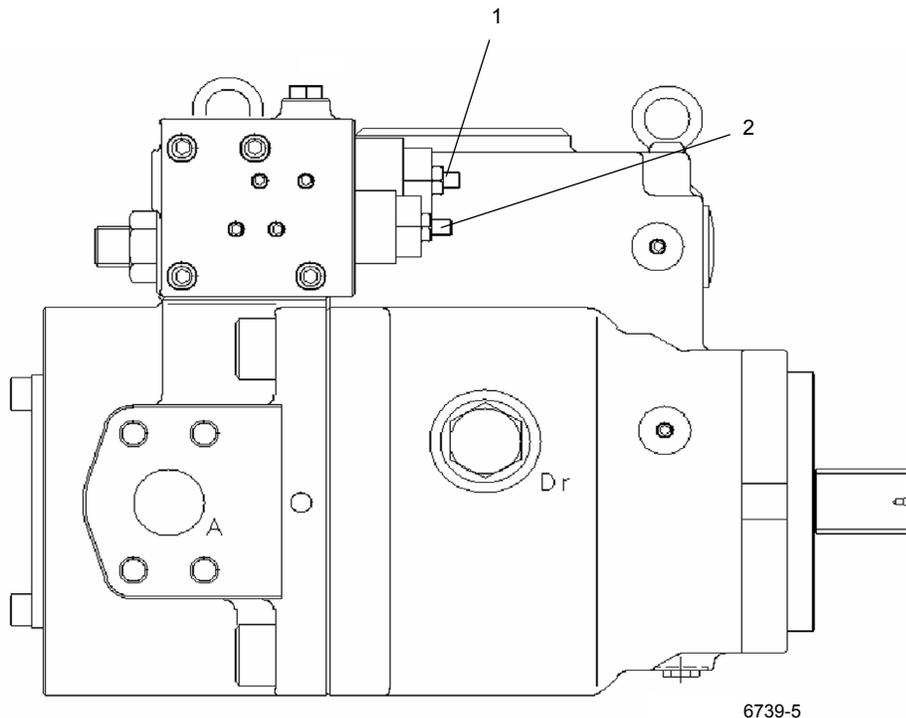

FIGURA 2-13
1. Com o motor desligado, descarte todo o óleo pressurizado armazenado nos acumuladores pressionando o pedal do freio de serviço no piso da cabine 4 a 6 vezes. Remova a proteção e a tampa da válvula de gás no acumulador (Figura 2-13).
2. Antes de conectar o conjunto de carga de gás (Figura 2-13) na válvula de gás, gire a alavanca em "T" do regulador de pressão para gases totalmente para fora (sentido anti-horário).
6. Se a pressão for 5,5 +0,4, –0 MPa (800 +50, –0 psi), remova o conjunto da válvula de carga girando a alavanca em "T" totalmente para fora no regulador de pressão para gases e abra a válvula de sangria (Figura 2-13).